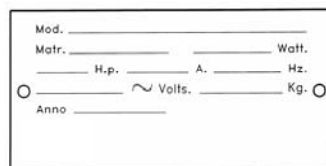

FIG. 5 - Identifikationsskilt - serienummer
- FIG. 5 - Identifikationsskilt – serienummer side 10
Derefter skal man sikre sig at jordanlægget er funktionsdygtig. Kontrollér desuden at de angivne data på identifikationsskiltet – serienummer (jvf. FIG. 5) svarer til dem der angives på papirerne.